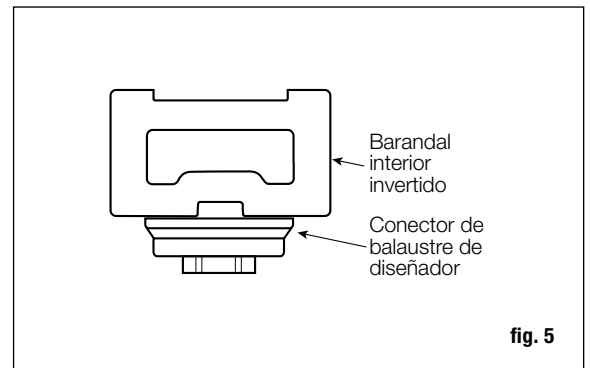
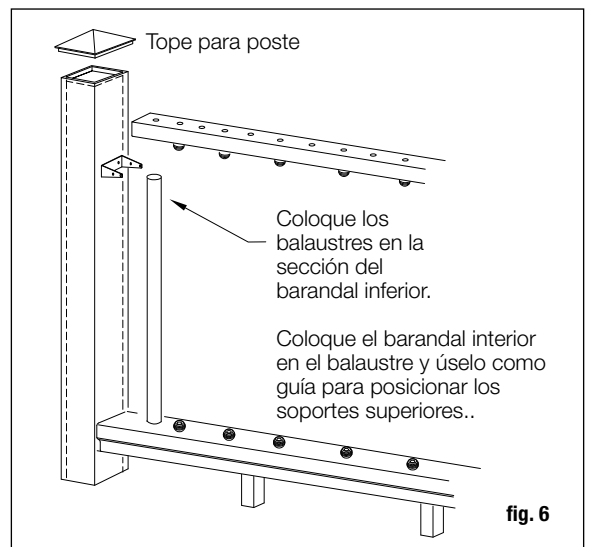

fig. 5
fig. 6
Paso 12 Importante: Cuando use conectores de balaustre de diseñador Deckorators (tanto Estate como Classic), el barandal superior interior debe estar invertido (fig. 5). Use un adhesivo exterior en la cara inferior de los conectores de balaustre de diseñador para evitar que los balaustres giren. Instale los conectores de balaustre en la cara inferior del barandal superior interior (fig. 6).
Paso 10 *Importante: Cuando use conectores de balaustre de diseñador Deckorators (tanto Estate como Classic) en conjunto con los adaptadores para escalera, el barandal superior interior debe estar invertido (fig. 5). Use un adhesivo exterior en la cara inferior de los conectores de balaustre de diseñador para evitar que los balaustres giren.* Instale los conectores restantes de balaustre y los adaptadores para escalera (si se usan) en la cara inferior del barandal superior interior. Coloque el barandal sobre los balaustres, golpeando suavemente el barandal para eliminar cualquier hueco. Sujete el barandal superior interior a los soportes pretaladrando agujeros de 1/8" en cada agujero de soporte y en el barandal interior. Sujete el barandal al soporte usando tornillos encastrados de 1".